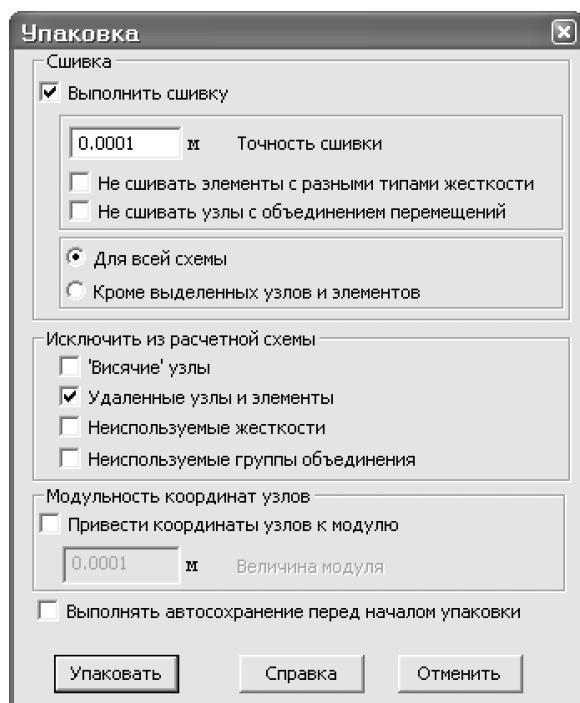

Рис.3.6. Диалоговое окно Упаковка схемы
- С помощью меню **Схема** ⇒ **Корректировка** ⇒ **Упаковка схемы** (кнопка на панели инструментов) вызовите диалоговое окно **Упаковка** (рис.3.6).